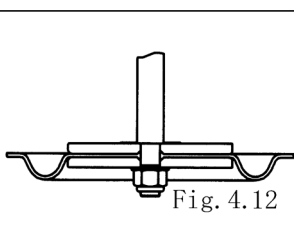

Fig. 4.12
- ・AD-40,50 (□C,□N,□E,□V) のダイアフラム組み付け方向 [Fig.4.12]